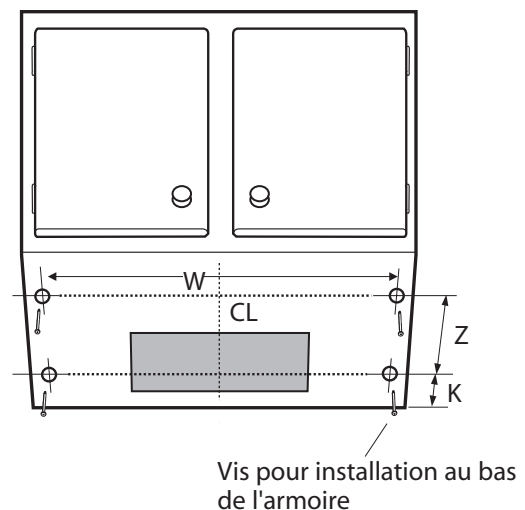

FIG. 8
2. Reportez-vous à la partie supérieure de la hotte et à la figure 8. Tracez deux lignes, une à la distance 'K' à partir du mur, l'autre à la distance 'Z' à partir de la ligne précédente. REMARQUE : Ces lignes doivent être perpendiculaires à l'axe médian de l'armoire. Marquez 4 points, deux le long de chaque ligne à une distance égale à la moitié de W à partir de l'axe médian, afin de déterminer l'emplacement des vis.